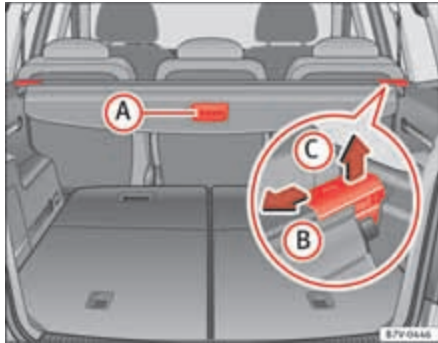

Abb. 91 Im Gepäckraum:
- Gepäckraumabdeckung am Griff ⇒ Seite 139, Abb. 91 (A) etwas nach hinten ziehen. ▶
- Gepäckraumabdeckung in Pfeilrichtung entriegeln ⇒ Seite 139, Abb. 91 **B**.
- Gepäckraumabdeckung in Pfeilrichtung zusammendrücken ⇒ Seite 139, Abb. 91 **B**.
- Gepäckraumabdeckung in Pfeilrichtung entriegeln ⇒ Seite 139, Abb. 91 **B** und in Pfeilrichtung **C** anheben.